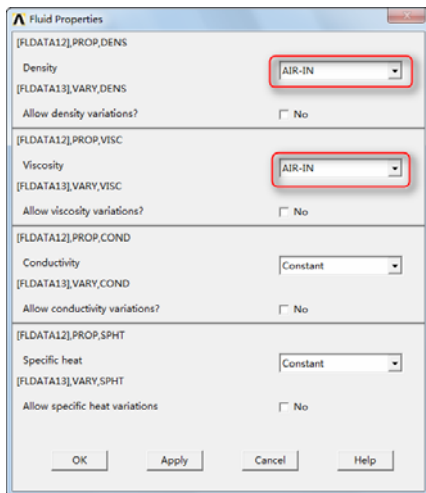

图 5-94 定义流体的物理属性
① 依次选择 Main Menu→Solution→FLOTTRAN Setup→Fluid Properties，会弹出“Fluid Properties”对话框，如图 5-94 所示。